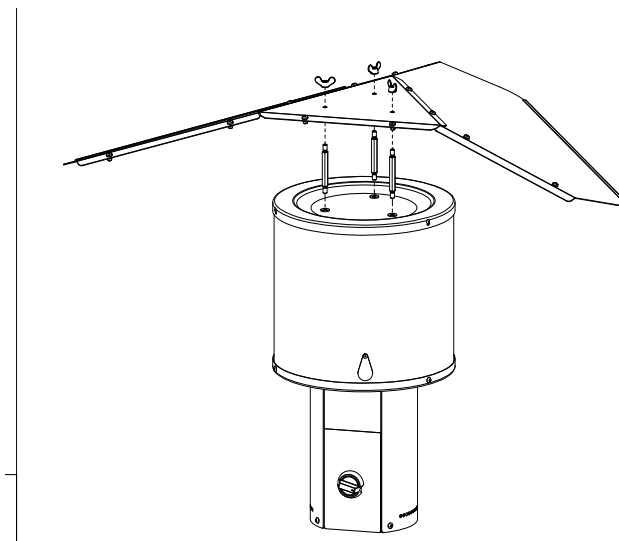

Рис. 10 – Установка козырька
- Установите на дожигатель козырек, закрепите козырек на гайки-барашки M6 из нержавеющей стали (Рис. 10);